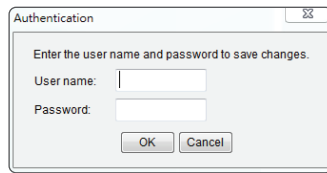

Figura 3. Janela de autenticação.
7. Irá necessitar digitar um nome de usuário e senha para a placa de gestão de energia na Janela de autenticação, conforme exibido na Figura 3.